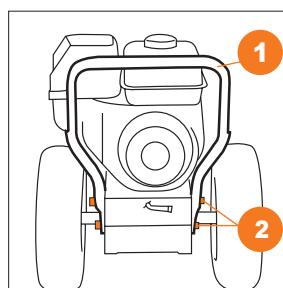

Рис. 6
- Присоедините и закрепите, если не установлены, нижнюю часть рукоятки ① к корпусу снегоуборочной машины с помощью крепежных элементов ② (болт M8x35 – 4 шт.) (Рис. 6).